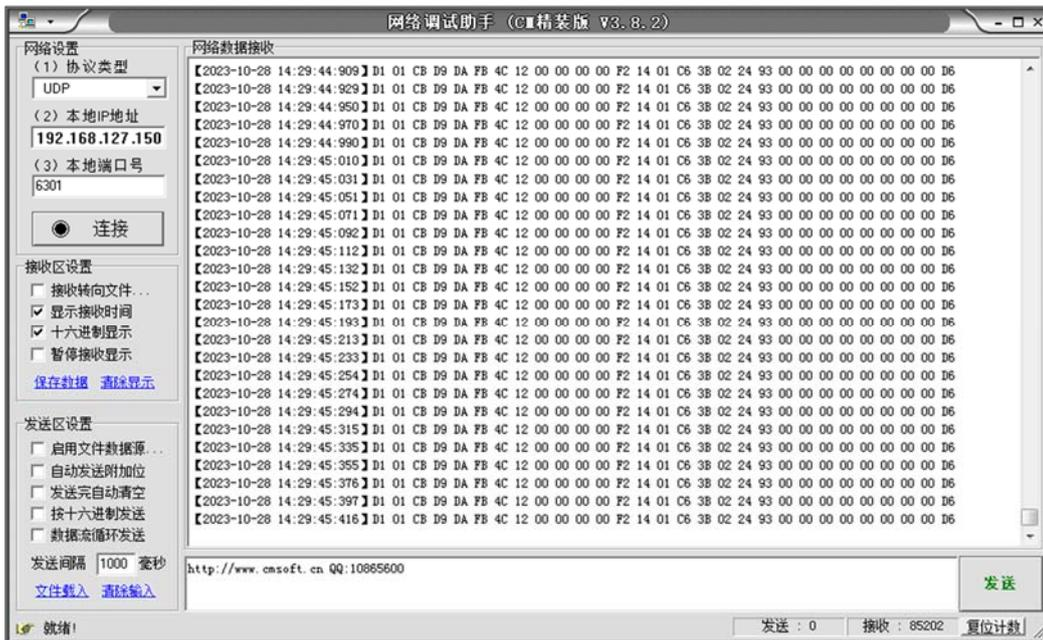

图 7
- b.1) 数据包错位。FreeD 数据包是以“D1”为数据包开始标志，但由于网线在插拔是干扰，网线短暂虚接，调整服务器和模块的 IP 地址后，有可能出现服务器收到的数据包不是以“D1”开始，这样服务器将无法提取数据。按设备的“MENU”键，按“System”菜单内的“Reset LAN”项可以解决。使用“网络调试助手”软件可以看到真确的数据包情况，如图 7。当出现数据错位时，第一个数据不是“D1”
- b.2) 虚拟软件的端口和摄像机 ID 设置。虚拟软件接收数据的端口应该与网口模块设置的端口一致。摄像机 ID 在虚拟设备的定位控制器上可以任意设定，在虚拟软件中摄像机 ID 的设置应与设备的设置一致。图 7 的 FreeD 数据包的第二个字节数据即为摄像机 ID。
- b.3) 虚拟软件的其它相关设置。当使用网络调试助手得到类似图 7 的数据时，说明设备已经将完整的数据包发送给了服务器。